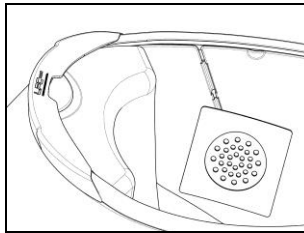

Fig. 23
- Colocar el altavoz derecho en su lugar e introducir el cable en la respectiva ranura (Fig. 23). Si fuera necesario, fijar el auricular utilizando el adhesivo suministrado.